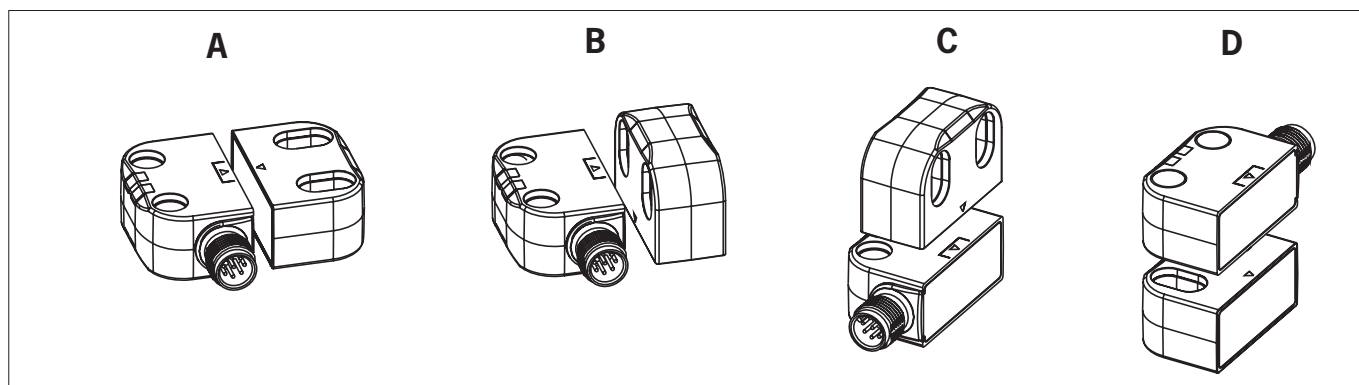
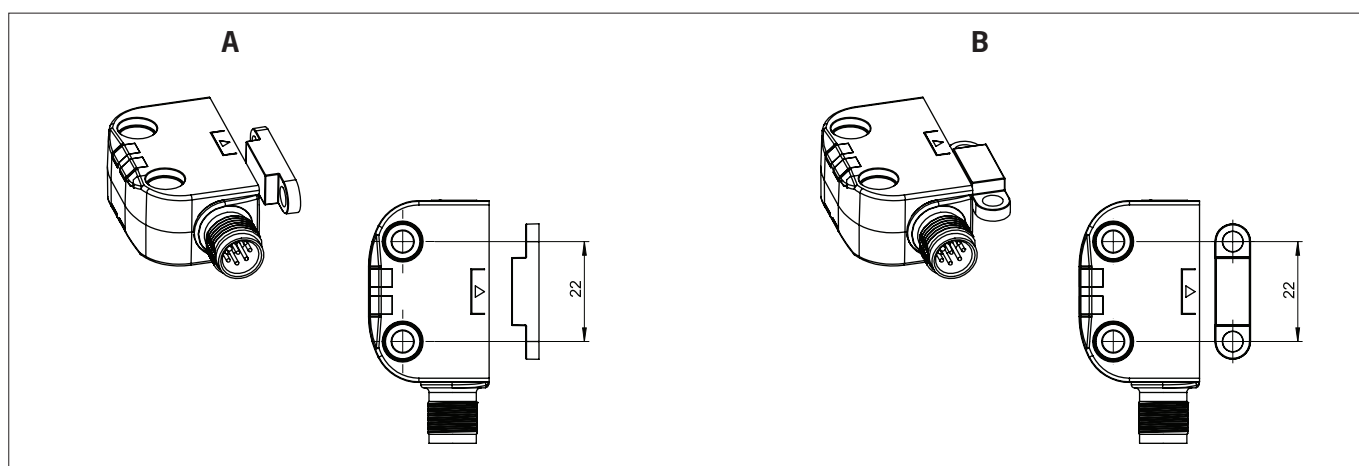

Fig. 1: Posiciones de montaje admitidas para los actuadores CES-A-BTN-C07-... y A-FLX-C07-04-...: tenga en cuenta el sentido de la flecha en el dispositivo.
Fig. 2: Posiciones de montaje admitidas para los actuadores A-C11-01-... y A-FLX-C11-05-...
- › Tenga en cuenta las posiciones de montaje admitidas (véase Fig. 1 y Fig. 2).